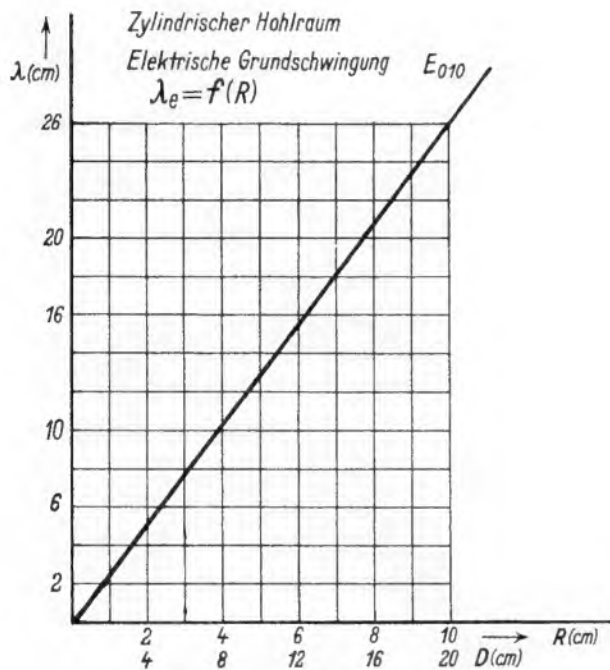

Bild 1. Die elektrische Grundschiwingung E₀₁₀ im zylindrischen Hohlraum
1. Resonanzwellenlänge λ_e (Bild 1)